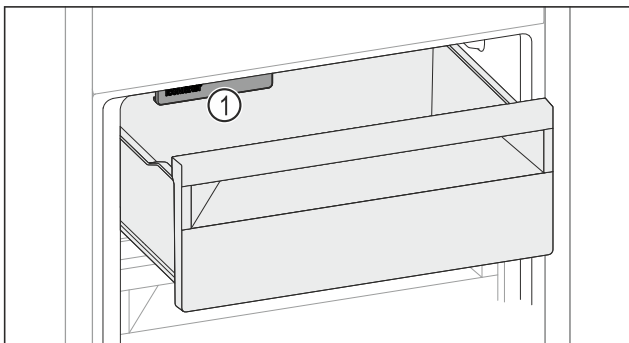

Fig. 61
- ▶ Слідкувати за функцією IceMaker Fig. 61 (1).